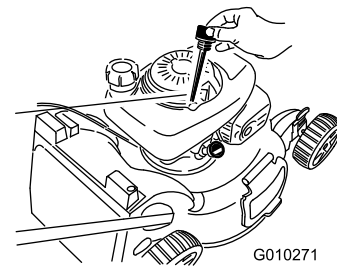

Figura 42
3. Retire la varilla girando el tapón en el sentido contrario a las agujas del reloj y tirando del mismo (Figura 42).
4. Ponga la máquina de lado (de modo que el filtro de aire quede hacia arriba) para drenar el aceite usado a través del tubo de llenado de aceite (Figura 42).